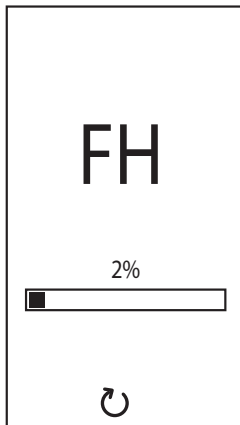

fig. 8- Purjare cu ventilatorul activat
- În următoarele 20 de secunde pe afișaj apare **FH**, care indică ciclul de evacuare a aerului din instalația de încălzire cu ventilatorul în funcțiune (fig. 8).